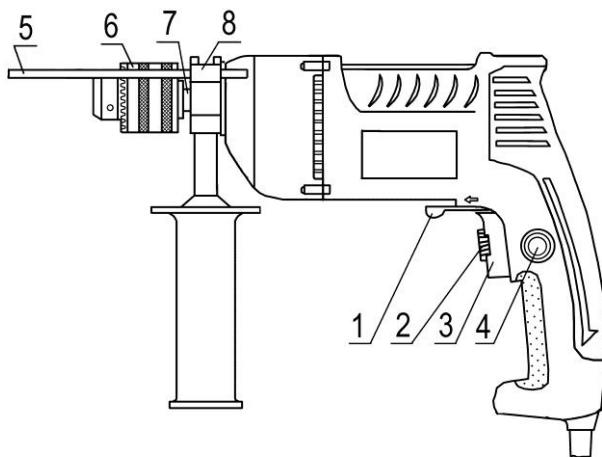

Рис. 1
4.1. Устройство машины изображено на рис. 1.